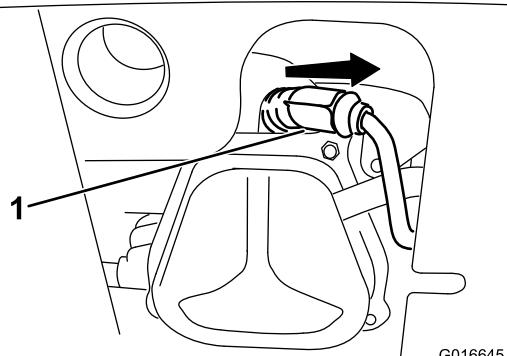

Bild 48
1. Entfernen Sie die Kappe (Bild 48).